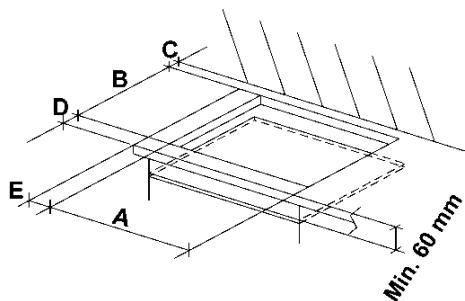

FIG. 7
In blatul mobilei se va decupa o deschidere de dimensiunile indicate in fig. 7, avand grija sa se respecte distantele critice intre blat, peretele lateral, peretele din spate si cel superior (fig. 7 – 8).
- in timpul pregatirii mancarii, cand se degaja multa caldura, pentru a evita atingerea accidentală dintre fundul plitei și blat, este necesar să fixati cu suruburi un distanțier din lemn, care să asigure o distanță de minim 60 mm intre acestea (a se vedea fig. 7).